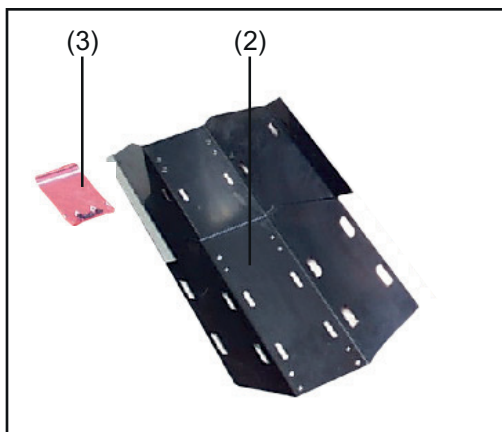
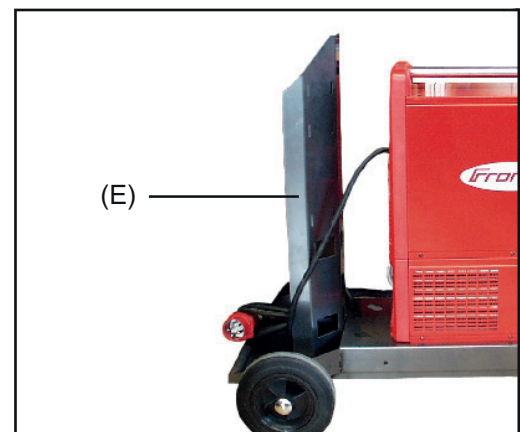

Abb.2 Verlängerungsblech
Abb.3 Gasflaschen-Halterung
Damit der Autotrafo zusammen mit dem Kühlgerät FK 4000 / FK 4000 R und der Stromquelle, auf dem Fahrwagen "PickUp" montiert werden kann, befindet sich im Lieferumfang des Autotrafos ein Verlängerungsblech (2) (Abb.2) für die Gasflaschen-Halterung (E) (Abb.3).